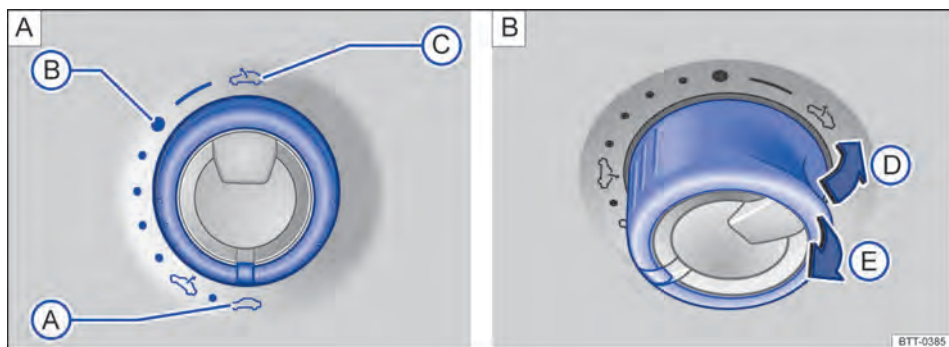
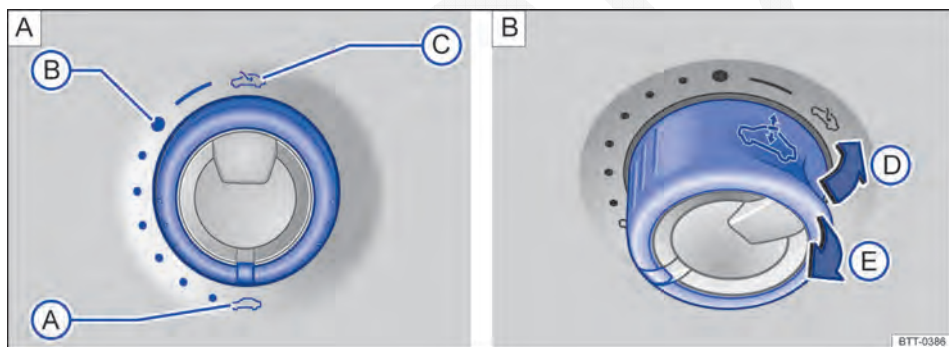

Fig. 53 No revestimento do teto: interruptor para levantamento, abertura ou fechamento do teto solar (variante 1).
Fig. 54 No revestimento do teto: interruptor para levantamento, abertura ou fechamento do teto solar (variante 2).
Para o levantamento do teto solar, o interruptor deve se encontrar na posição de base ⇒ Fig. 53 ou ⇒ Fig. 54 .
⇒ Fig. 53 ou ⇒ Fig. 54
- Girar o interruptor para a posição “Fechado” => Fig. 53   ou => Fig. 54  .
- Dentro de aproximadamente 5 segundos após a liberação do limitador de força, puxar o interruptor o tempo necessário para trás no sentido da seta => Fig. 53   ou => Fig. 54  , até que o teto solar esteja completamente fechado.